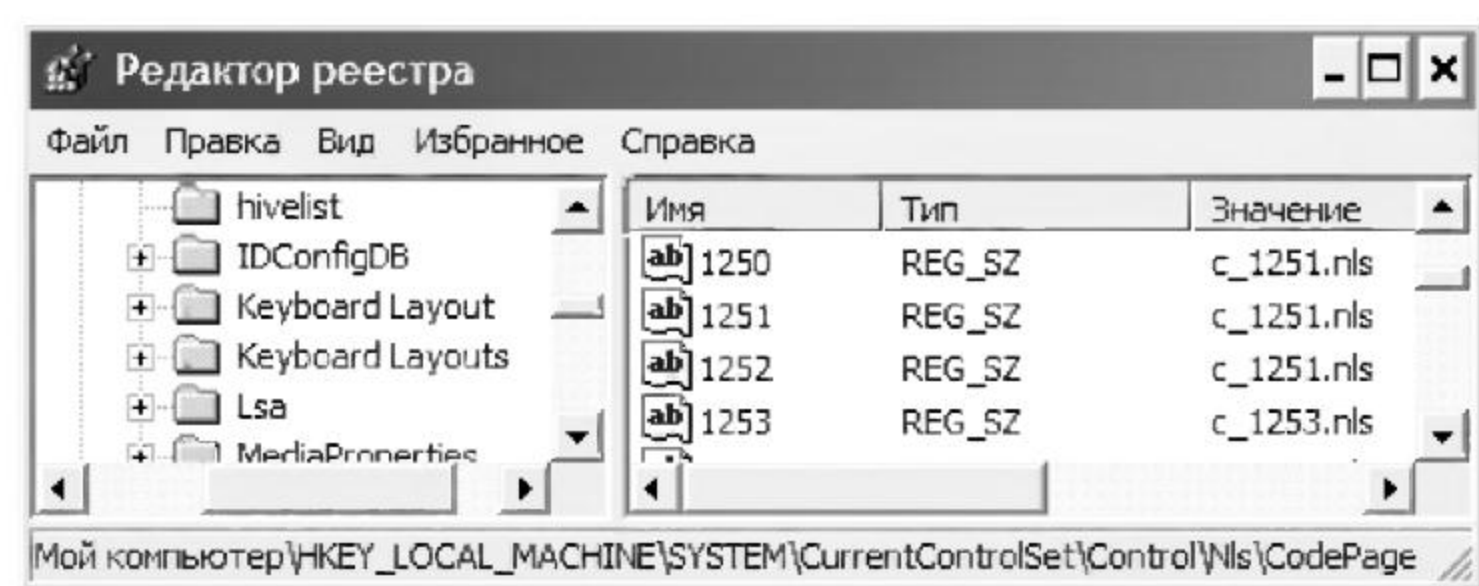

Рис.67
**Важный нюанс.** Если текст комментариев в *строках 2, 8, 12* читается не по-русски, то следует на компьютере запустить редактор реестра «Пуск–Выполнить–regedit.exe», затем найти раздел реестра Windows [HKEY\_LOCAL\_MACHINE\SYSTEM\CurrentControlSet\Control\Nls\CodePage] и откорректировать кодовые страницы 1250, 1251, 1252, установив параметр «с\_1251.nls» согласно **рис.67**, после чего обязательно перезагрузить компьютер. Это плата за нестандартную русификацию среды CoIDE китайскими программистами, когда вставка текста через буфер обмена Windows может приводить к появлению «крякозябликов». Альтернативный вариант – перейти на английский язык English в визарде в меню «Помощь».